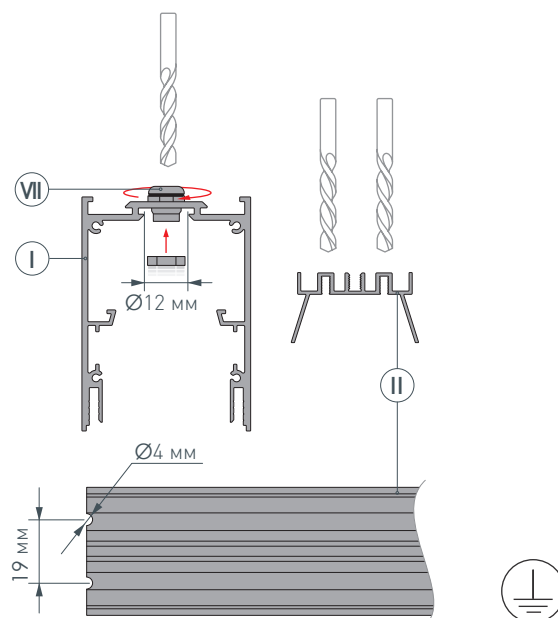

Рис. 1. Подготовка отверстий для вывода кабелей на основании для светодиодной ленты Ⓜ. Вид сверху
- 1** / Просверлите отверстие  $\varnothing 12$  мм в профиле Ⓘ для вывода сетевого кабеля, а также для установки клемм заземления профиля и блока питания. Затем просверлите два отверстия  $\varnothing 4$  мм в основании для ленты Ⓜ для вывода кабеля питания светодиодной ленты, как показано на рис. 1. **Установите клеммы заземления профиля и блока питания.** Установите и зафиксируйте в профиле Ⓘ, в отверстии для сетевого кабеля медную муфту Ⓥ.